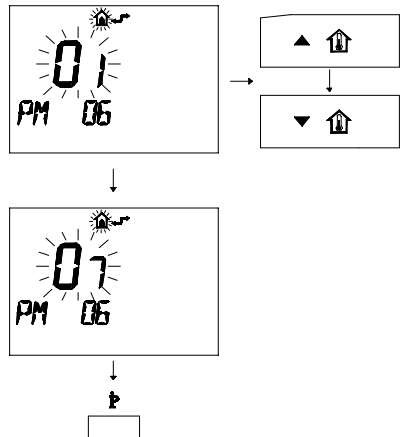

fig. 8.9
- 9 Modificare il **SET** programmato agendo sui pulsanti  o  fino a visualizzare un **set di 07** (fig. 8.9) che setta la caldaia per funzionare con gas **Propano (G31)**, aspettare che il numero programmato cominci a lampeggiare.